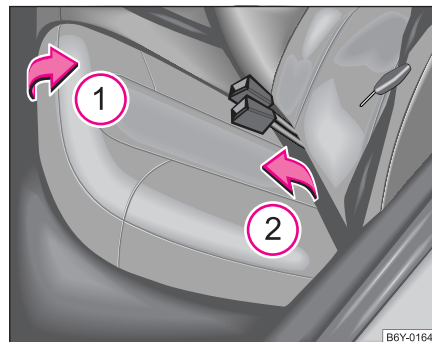

Abb. 51 Rücksitzbank vorklappen
- Rücksitzbank in Pfeilrichtung ① hochziehen ⇒ Seite 71, Abb. 51 und in Pfeilrichtung ② nach vorn klappen.